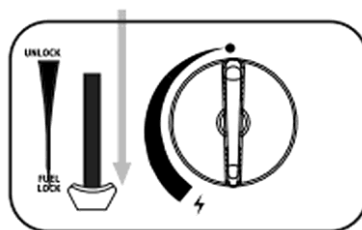

Abb. 8
4. Drücken Sie anschließend den Kartuschen-Arretierhebel (20) auf die FUEL LOCK-Position (13) herunter. (Abb. 8)